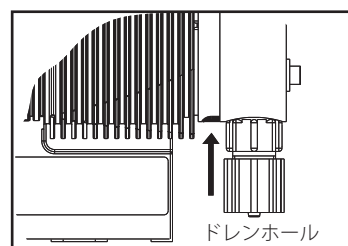

図 13 ドレンホールの位置
- ①接液部の材質が PPE もしくは PPB で手動エア抜きバルブ付の接液部は、エア抜きバルブのノブを外して、カバーを取り外します。
- ②取付ボルト（1）を緩め、接液部を取り外します。
- ③駆動部（6）を片手で押さえ、ダイヤフラム（3）を反時計回りに回して、取り外します。
- ④バックプレート（4）を取り外し、駆動部（6）とセーフティーシート（5）を点検します。
- ⑤バックプレート（4）を取り付けていない状態で、駆動部（6）のシャフトに新しいダイヤフラム（3）を取り付け、ネジが完全に締まっているか確認して下さい。
- ⑥駆動部（6）にセーフティーシート（5）、バックプレート（4）を取り付け、ダイヤフラム（3）を取り付けます。この時、ネジが完全に締まっているか確認して下さい。完全に締まっていない時は、吐出不良や接液部、及び駆動部（6）の損傷の原因となります。
- ⑦バックプレートの取付方向を調整します。バックプレート（4）にはドレンホールが開いています（図 13）。ドレンホールが下を向くように取り付けます。ダイヤフラム（3）が破れた時は、この穴から液が漏れます。
- ⑧接液部を取り付け、取付ボルト（1）を仮止めします。
- ⑨ポンプの電源を入れ、ストローク長を 100% にしてポンプを運転しながら、対角線上に徐々に取付ボルト（1）を締め付けます。
- ⑩接液部の液漏れを点検します。
- ②取付ボルト (1) を緩め、接液部を取り外します。
- ③駆動部 (6) を片手で押さえ、ダイヤフラム (3) を反時計回りに回して、取り外します。
- ④バックプレート (4) を固定しているボルトを緩め、バックプレート (4) を取り外します。
- ⑤駆動部 (6) とセーフティーシート (5) を点検します。必要であれば交換します。
- ⑥バックプレート (4) を取り付けていない状態で、駆動部シャフトに新しいダイヤフラム(3)を取り付け、ネジが完全に締まっているか確認して下さい。
- ⑦駆動部 (6) にセーフティーシート (5) を取り付けます。
- ⑧バックプレート (4) を取り付け、ボルトで固定します。バックプレートのドレンホールが下を向くように取り付けして下さい (図 13)。
- ⑨ダイヤフラム (3) を取り付けます。この時、ネジが完全に締まっているか確認して下さい。完全に締まっていない時は、吐出不良や接液部、及び駆動部 (6) の損傷の原因となります。
- ⑩ダイヤフラム (3) の接液部の取付穴がずれている場合は、ストローク長を100%にしてポンプを運転します。そのままダイヤフラム (3) をゆっくり時計回りに回し、穴を合わせます。行き過ぎた場合は戻さず次の穴まで時計回りに回し、その後ストローク長を0%に戻して下さい。
- ⑪再度、ダイヤフラム(3)の締付状態を確認して下さい。
- ⑫接液部を取り付け、取付ボルトを仮止めします。
- ⑬ポンプの電源を入れ、ストローク長を 100%にしてポンプを運転しながら、対角線上に徐々に取付ボルトを締め付けます。
- ⑭接液部の液漏れを点検します。